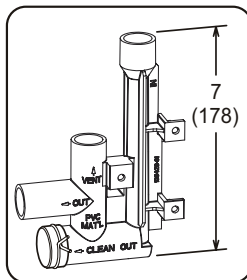

Figure 53
Cette unité est prévue pour une sortie à gauche ou à droite du tuyau de condensat en configuration ascendante. En configuration horizontale, le purgeur de condensat doit se prolonger en dessous du générateur. Prévoyez un dégagement d'entretien de 8 po pour le purgeur. Reportez-vous à la Figure 45 et à la Figure 47 pour les emplacements du purgeur de condensat. La Figure 53 illustre le purgeur avec un tuyau en PVC de 1/2 po ou de 3/4 po.
- 3 - Installez le bouchon sur l'ouverture de nettoyage à la base du purgeur. Fixez avec le collier. Reportez-vous à la Figure 53.
- 4 - Installez le purgeur à l'aide des raccords PVC appropriés et scellez tous les joints. Collez le purgeur fourni comme illustré à la Figure 53. Acheminez le conduit de condensat jusqu'à un drain ouvert. La conduite de condensat doit maintenir une pente descendante de 1/4" entre l'appareil et le drain.